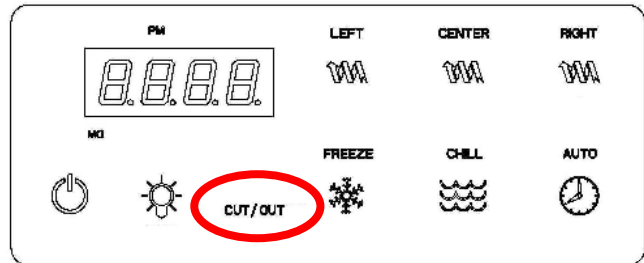

Fig. 11
Lorsque la température interne de l'appareil atteint la valeur limite prédéfinie par le fabricant, le message **CUT/OUT** apparaît sur l'afficheur (fig.11) et le fonctionnement du circuit frigorifique est bloqué afin d'éviter des dommages au compresseur.
- Lorsque cela se produit le message "CUT/OUT" apparaît sur l'afficheur (fig.11).